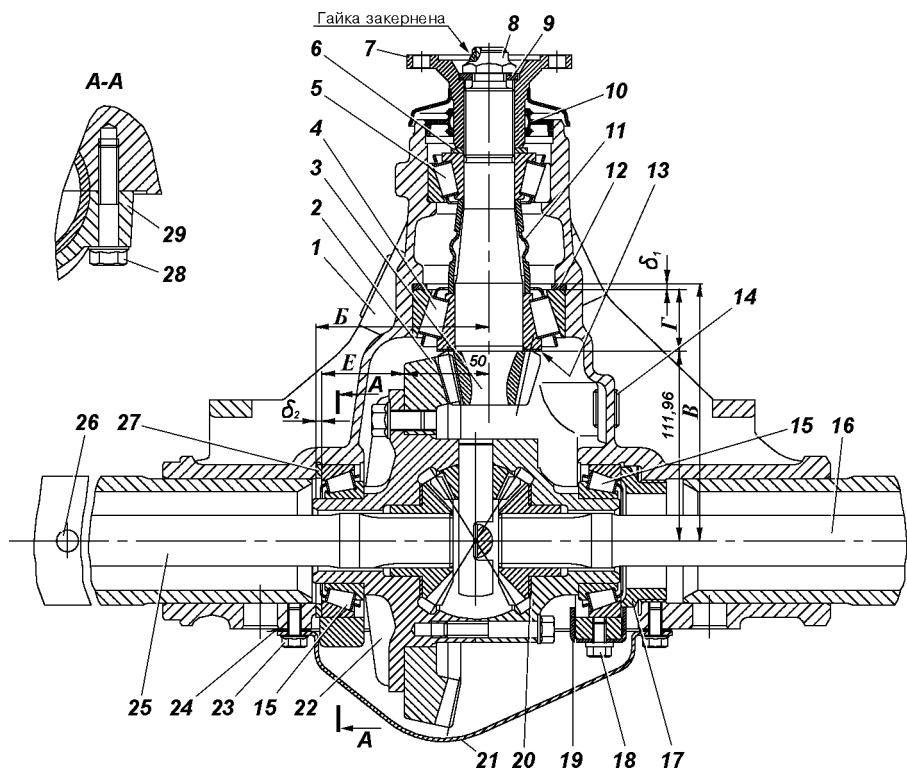
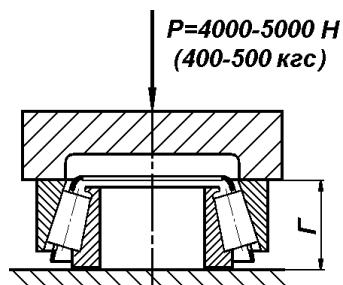
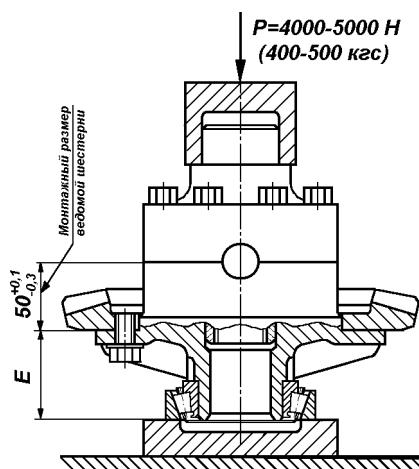

Рис. 9.1. Мост задний:
Рис. 9.8. Замер монтажной высоты подшипника ведущей шестерни главной передачи
Рис. 9.9. Замер установочного размера дифференциала с подшипником
### ЗАДНИЙ МОСТ (рис. 9.1)
Для устранения осевого зазора ведущей шестерни необходимо подтянуть гайку 8 (см. рис. 9.1). При этом имейте в виду, что гайка имеет кернение в паз резьбовой части ведущей шестерни и при подтяжке потребуется большее усилие на ключе. Подтяжку гайки производите осторожно до устранения осевого зазора ведущей шестерни, не допуская ее перетяжки, после чего закерните гайку. Если закерненную гайку подтянуть не удается, то ее следует сначала отпустить на 0,5 - 1,0 оборота, а затем затянуть до устранения осевого зазора и закернить.
2. Отверните болты крепления полуосей и с их же помощью снимите полуоси 16 и 25 (см. рис. 9.1).
*Фланец ведущей шестерни.* Торец фланца, сопряженный с кольцом 6 (см. рис. 9.1), должен быть гладким. При необходимости шлифуйте его до размера по высоте не менее 53 мм.
- Подберите регулировочное кольцо 12 (см. рис. 9.1), толщина которого определяется по действительным размерам В и Г, и должна быть равна  $\delta_1 = (B - (111,960 + Г))$  мм с точностью  $\pm 0,025$  мм. (Размер Г измеряется так, как показано на рис. 9.8.) Установите его в картер 1 (см. рис. 9.1) главной передачи.
При установке новой ведомой шестерни 2 и нового подшипника 15, установленного со стороны ведомой шестерни и упирающегося в регулировочное кольцо 27, измерьте размер Е (рис. 9.9), приложив осевое усилие  $P=4000-5000$  Н (400-500 кгс) и прикатав подшипник, чтобы ролики заняли правильное положение. В картере измерьте размер Б (см. рис. 9.1) от оси ведущей шестерни до упорного торца подшипника дифференциала. По действительным размерам Б, Е и монтажного размера 50 мм ведомой шестерни подберите кольцо толщиной  $\delta_2 = (B - (E + 50 \pm x))$  мм с точностью  $\pm 0,025$  мм, где  $x$  - величина фактического отклонения от монтажного размера 50 мм с соответствующим знаком (плюс или минус), которая нанесена электрографом на торце ведомой шестерни.
Если требуется заменить только подшипник дифференциала, установленного со стороны ведомой шестерни, то следует измерить монтажную высоту подшипника, как указано на рис. 9.8. Если измеренная высота нового подшипника больше или меньше высоты старого подшипника на какую-то величину, то, чтобы не нарушать положение ведомой шестерни, новое регулировочное кольцо 27 (см. рис. 9.1) должно быть